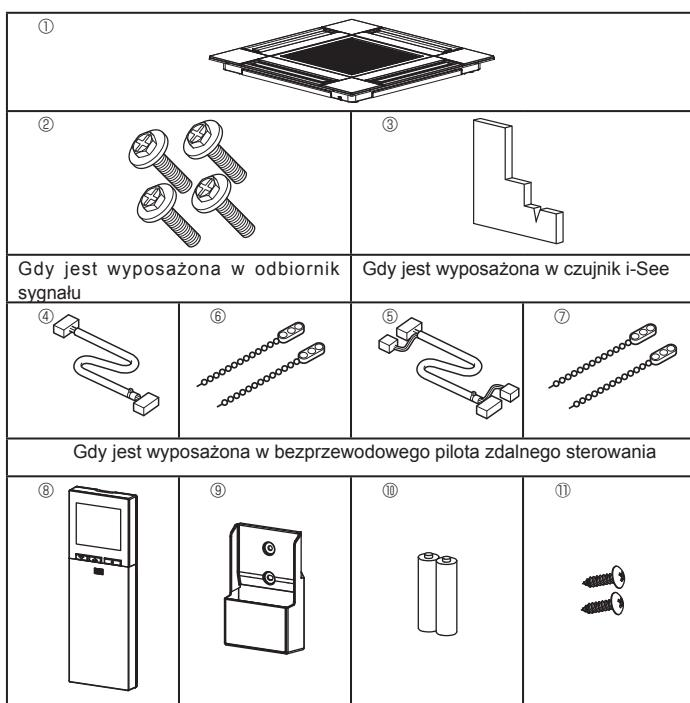

Rys. 8-6
8.4. Sprawdzenie odpływu (rys. 8-6)